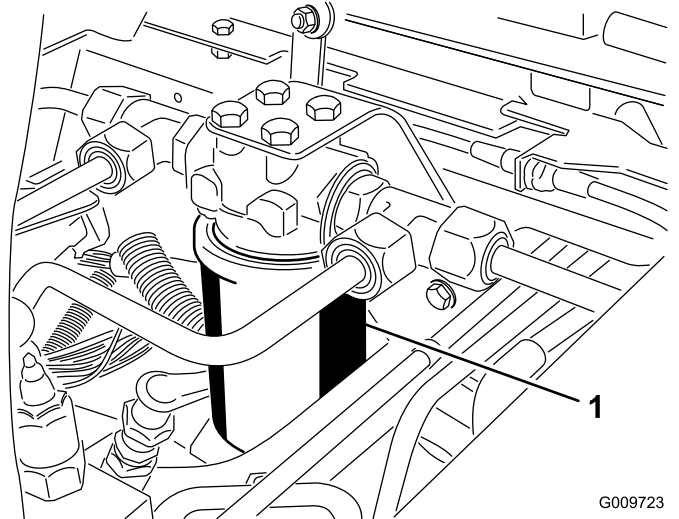
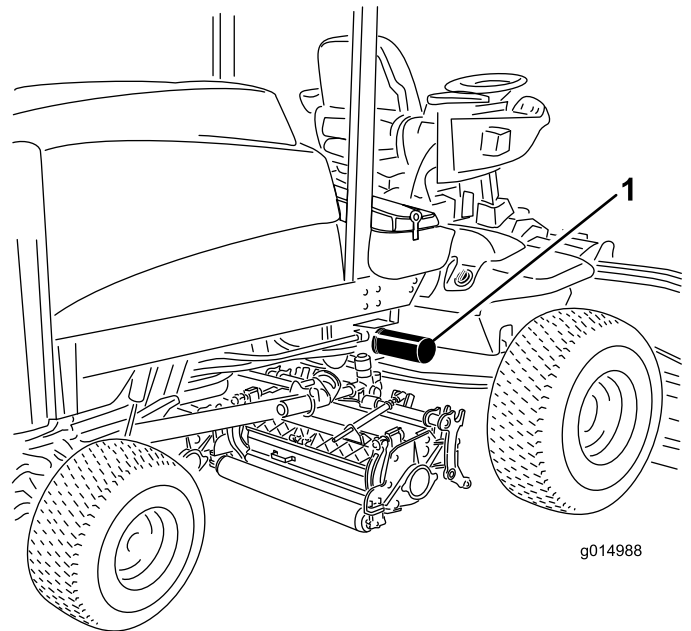

Figura 75
Figura 76
2. Limpie la zona de montaje del filtro. Coloque un recipiente debajo del filtro y retire el filtro (Figura 75 y Figura 76).